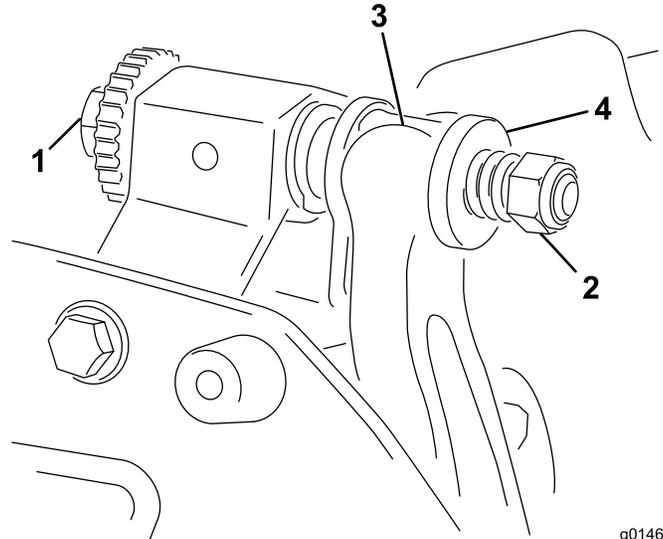

Bild 13
1. Drehen Sie die Einstellschraube des Untermesserträgers nach links, um den Abstand zwischen Untermesser und Spindel zu vergrößern (**Bild 13**).
2. Drehen Sie die Federspannungsmutter so weit hinaus, bis die Scheibe nicht mehr gegen den Untermesserträger angespannt ist (**Bild 13**).